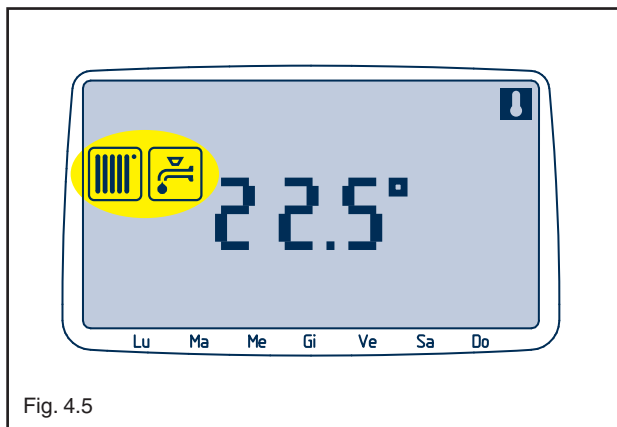

Fig. 4.5
- si accendono gli indicatori sanitario  e riscaldamento  (fig. 4.5)